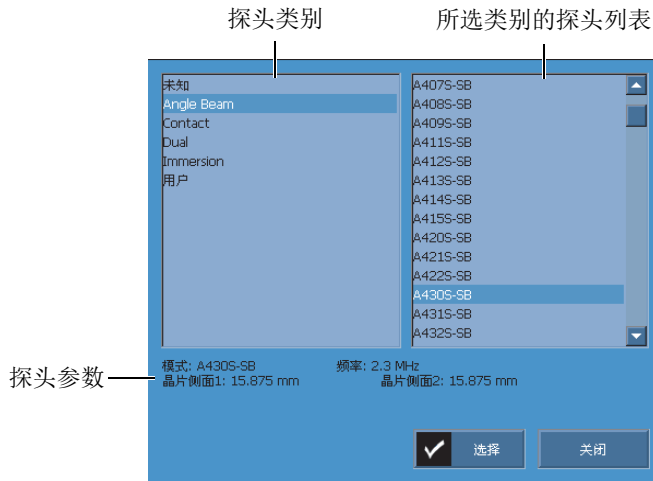

图 8-35 探头选择对话框
**探头：**打开探头选择对话框，从预先定义的探头列表中选择探头（参见第 301 页的图 8-35）。在对话框中，从左侧列表选择一个探头类别，在右侧列表选择一个探头，然后选择**选择**。